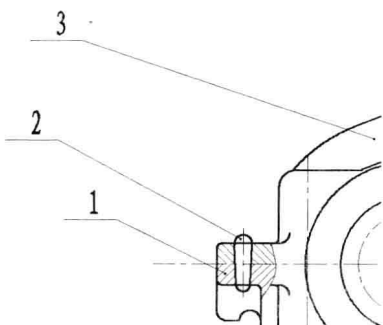

图 7-5-12
(9) 用同样的方法，创建序号 2、3，如图 7-5-12 所示。
(10) 单击“注释”选项卡，在“多重引线”面板中单击“对齐”按钮